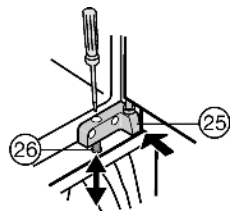

Fig. 13
- ▶ Gerät in der Höhe ausrichten: über die Stellschrauben Fig. 13 (26) in den Lagerböcken Fig. 13 (24,25).